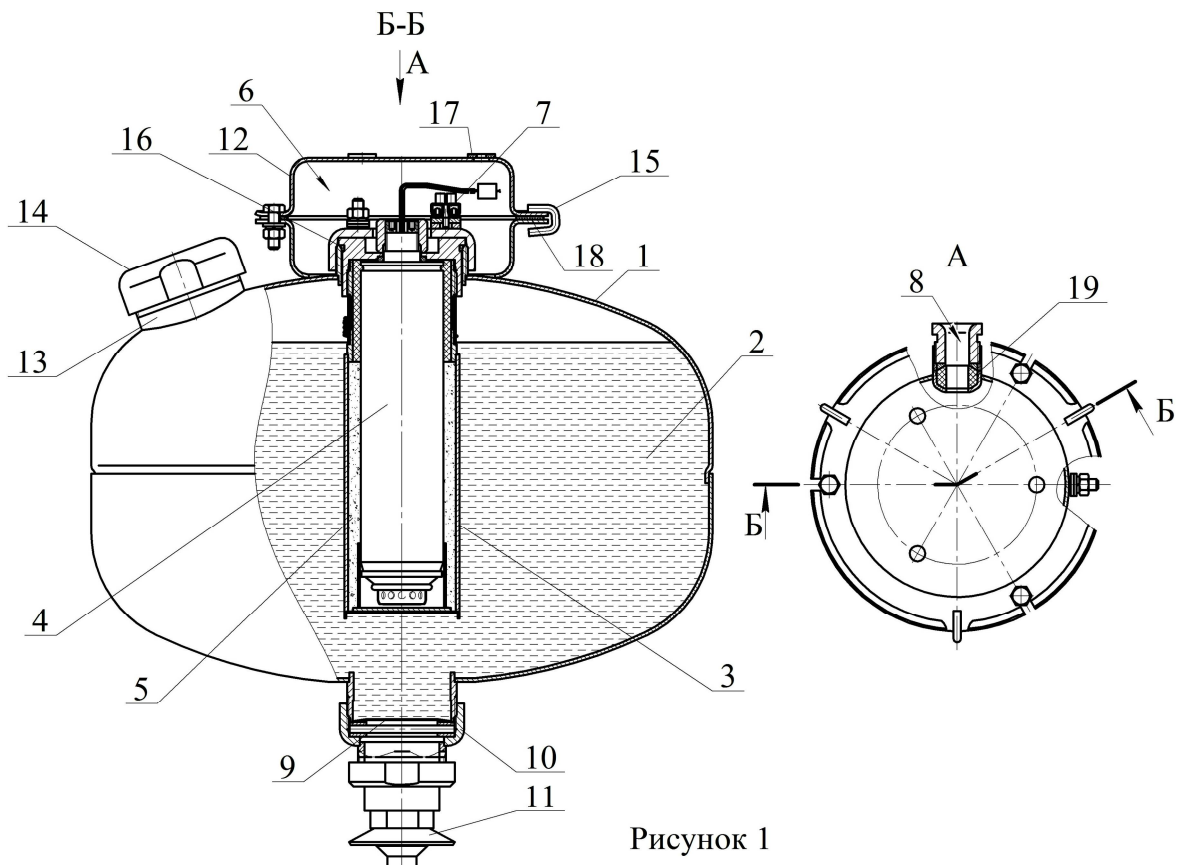

Рисунок 1
1.4.1.1 МУПТВ (см. рисунок 1) состоит из корпуса **1**, заправленного жидким ОТВ **2**, в котором размещено газогенерирующее устройство **3**. В герметичный корпус газогенерирующего устройства со степенью защиты IP68 установлен ИХГ **4** с элементом электропусковым. Зазор между ИХГ корпусом газогенерирующего устройства заполнен пористым искрогасящим материалом **5**.
2.1.3 Закрепить кронштейн **12** (см. рисунок 1) на потолке. Координаты отверстий в кронштейне приведены на рисунке 3.
2.1.5.3 Полученный раствор ОТВ залить в отверстие верхней горловины **9** (см. рисунок 1). Для окончательного приготовления ОТВ применительно к МУПТВ-13,5-ГЗ-ВД (t°С = -10; -30) открыть упаковку с жидкой добавкой и залить ее в отверстие верхней горловины **13**. Раствор, полученный по п. 2.1.5.2 для МУПТВ-13,5-ГЗ-ВД (t°С = -50) – окончательный ОТВ. Установить в отверстие горловины предохранительный клапан **14**. Сверху закрутить гайку до упора.
2.1.6 Накрутить до упора насадок-распылитель **11** (см. рисунок 1).